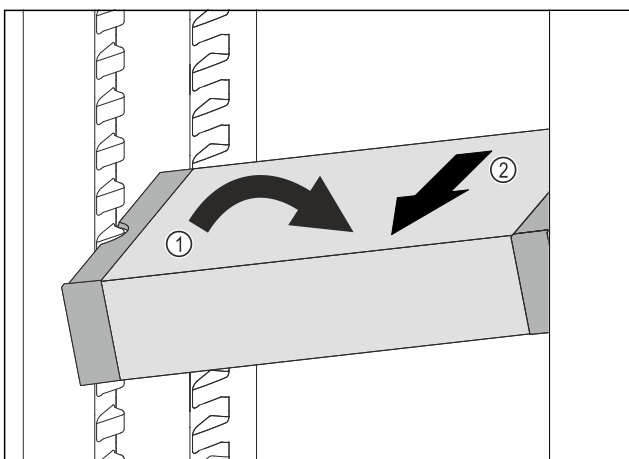

Fig. 103
- Impostare il vano frigorifero di VarioSafe ad angolo. Fig. 103 (1)
- Rimuovere VarioSafe tirando in avanti. Fig. 103 (2)